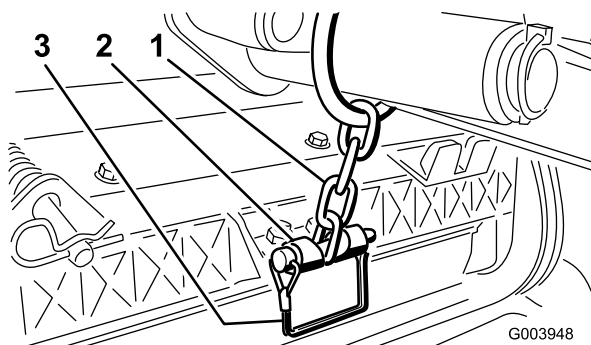

Bild 12
12. Befestigen Sie die Hubarmkette mit dem Einraststift an der Kettenhalterung (Bild 12). Verwenden Sie die Anzahl der Kettenglieder, die in der Bedienungsanleitung der Schneideinheit beschrieben ist.